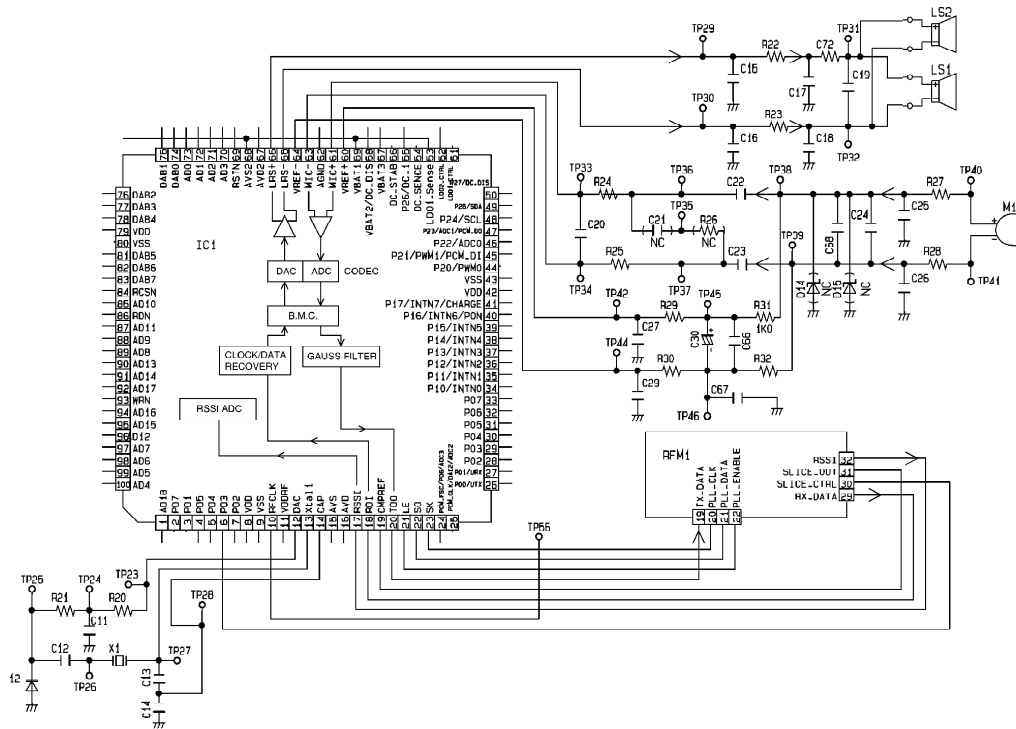

Fig. 27
9.1.4. AUDIO PATH - TX AUDIO (SEE Fig. 27)
9.1.5. AUDIO PATH - RX AUDIO (SEE Fig. 27)